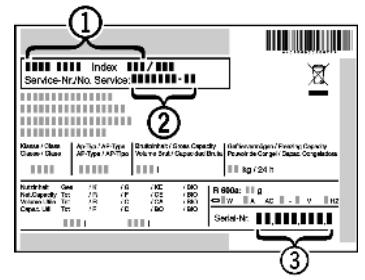

Fig. 12
- Relever la désignation de l'appareil *Fig. 12 (1)*, le n° de service *Fig. 12 (2)* et le n° de série *Fig. 12 (3)* sur la plaquette signalétique. Cette plaquette se trouve sur la paroi intérieure gauche de l'appareil.
- Informez le S.A.V. et lui communiquez la panne, la désignation de l'appareil *Fig. 12 (1)*, le n° de service *Fig. 12 (2)* et le n° de série *Fig. 12 (3)*.